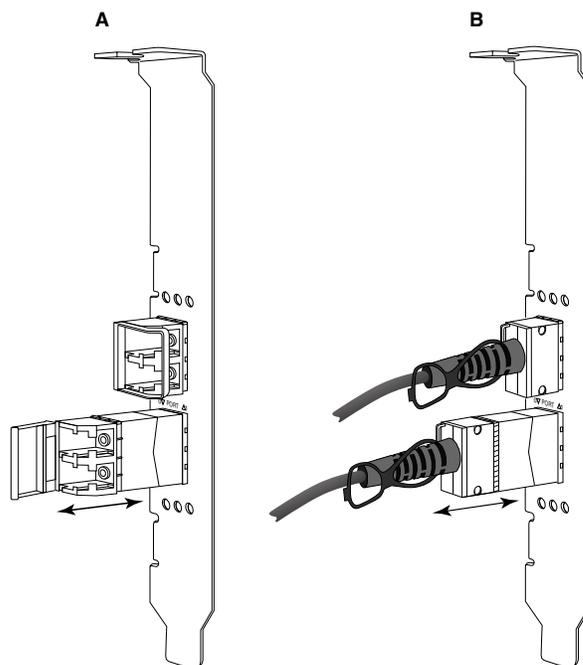

FIGURE 10 Retrait ou installation de SFP à fibre optique et en cuivre
- Pour les SFP avec émetteurs-récepteurs optiques, utilisez le pouce et l'index pour débloquer l'étrier sur le côté du connecteur de câble. Tout en utilisant l'étrier ou la languette comme point de saisie, sortez le SFP du récepteur. Reportez-vous à l'illustration de gauche sur la Figure 10.
- Pour les SFP en cuivre avec câbles associés, saisissez la languette du câble avec le pouce et l'index et tirez pour débloquer le loquet du SFP, puis sortez le SFP du récepteur. Reportez-vous à l'illustration de droite sur la Figure 10.